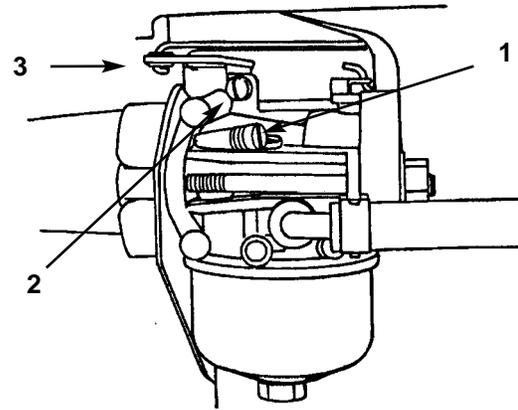

Bild 27
- Die Leerlaufmischungsschraube (Bild 27) langsam bis zum Schließen im Uhrzeigersinn drehen. Die Leerlaufmischungsschraube nie forcieren (zumachen), sonst wird der Vergaser beschädigt.
- Die Leerlaufmischungsschraube (Bild 27) eine volle Umdrehung im Gegenuhrzeigersinn drehen. Bei dieser Einstellung läßt sich der Motor starten.
- Den Vergaser-Gashebel gegen die Leerlaufeinstellschraube halten (Bild 27). Die Leerlaufeinstellschraube so verstellen, daß der Motor mit 1750 U/min läuft. Die Umdrehungszahl mit einem Drehzahlmesser prüfen.
- Während Sie den Vergaser-Gashebel weiterhin gegen die Leerlaufeinstellschraube halten, die Leerlaufmischungsschraube (Bild 27) langsam eindreihen (Uhrzeigersinn), bis sich die Motordrehzahl reduziert (magere Mischung). Jetzt die Leerlaufmischungsschraube herausdrehen (Gegenuhrzeigersinn), bis der Motor beginnt, unregelmäßig zu laufen (fette Mischung).
- Jetzt die Leerlaufmischungsschraube (Bild 27) halbwegs zwischen mager und fett einstellen, bis der Motor ruhig läuft.